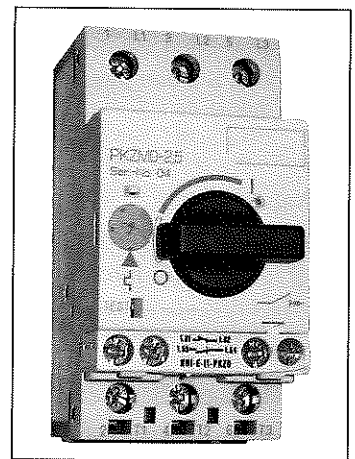

Bild 1: Motorschutzschalter
3. Der zu installierende Motor soll durch einen Motorschutzschalter (**Bild 1**) geschützt werden. Beschreiben Sie den Aufbau und die Auslösearten eines Motorschutzschalters.